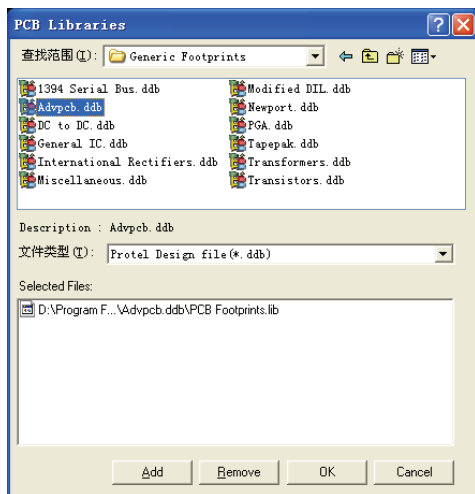

图 6-24 “PCB Libraries” 对话框
2) 执行该命令后，系统会弹出 “PCB Libraries” 对话框，如图 6-24 所示。在该对话框中，找出原理图中的所有元器件所对应的元器件封装库。选中这些库，单击 “Add” 按钮，即可添加这些元器件库。在制作 PCB 时比较常用的元器件封装库有 Advpcb.ddb、DC to DC.ddb、General IC.ddb 等，另外 Protel 还提供了很多标准的连接器 (Connector) 封装，用户可以选择自己设计所需的元器件封装库。